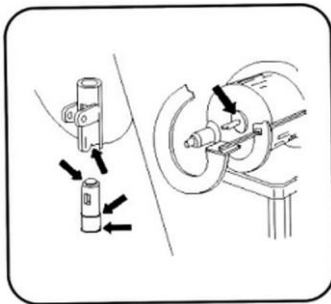

Abb. 14
15. Befeuchten Sie die in der Abb. 14 gekennzeichneten Stellen täglich oder nach jeder gründlichen Reinigung mit Wasser.